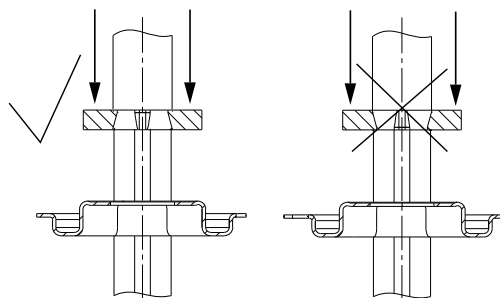

Рис. 24 Монтаж стопорного кольца
6. Установить фиксатор (поз. 111) и стопорное кольцо (поз. 111а). См. рис. 24.